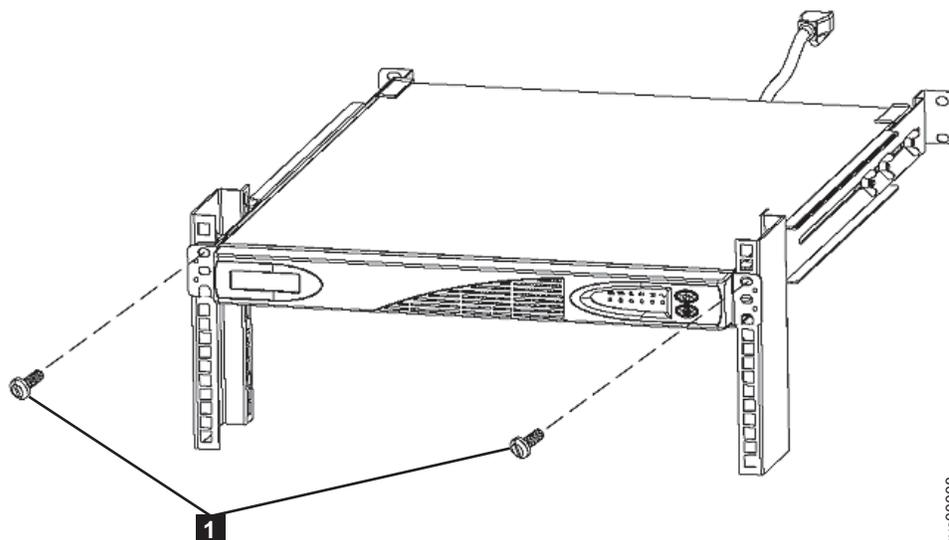

図 12. 無停電電源装置 5115 への取り付けねじの取り付け
5. UPS 5115 の前面に 2 つの取り付けねじ¹を取り付ける。図 12 を参照してください。